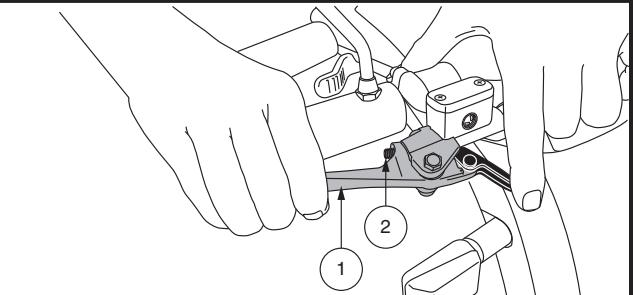

Figura 2. Leva freno a mano
- Premere una volta il pulsante **High-Low** per impostare la velocità sulla regolazione alta. L'indicatore High-Low viene visualizzato sullo schermo LCD. **Vedere figura 2.** L'uso di questa impostazione insieme ai pulsanti di regolazione della velocità consente al veicolo di raggiungere la velocità massima pre-programmata.
Questa leva attiva l'arresto di emergenza. In movimento, rilasciare la leva dell'acceleratore e tirare delicatamente la leva del freno a mano per fermarsi. L'efficacia del freno a mano può essere modificata stringendo o allentando la vite di arresto situata sulla leva del freno a mano. Vedi figura 2.